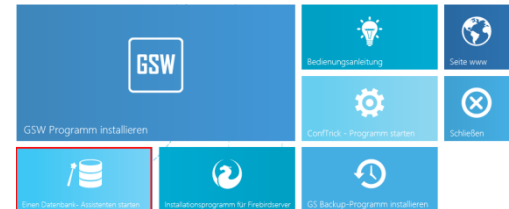

Abb. 32 Installationsfeld der GSW-Software – Starten der Serverinstallation der Datenbank
1. Legen Sie in den PC, der als Server der Datenbank benutzt wird, die DVD der GSW-Software in das CD oder DVD Laufwerk ein. Nach dem Starten soll sich ein Installationsfeld öffnen, wie auf der Abb. 32. Sollte das Installationsfeld nicht erscheinen, öffnen Sie den „Windows Explorer“, gehen Sie zum CD/DVD-Laufwerk und starten Sie die Datei „Autostart.exe“
1. Legen Sie in den PC, der als Server der Datenbank benutzt wird, die DVD der GSW-Software in das CD oder DVD Laufwerk ein. Nach dem Starten soll sich ein Installationsfeld öffnen, wie in Abb. 32. Sollte das Installationsfeld nicht erscheinen, öffnen Sie den „Windows Explorer“, gehen Sie zum CD/DVD-Laufwerk und starten Sie die Datei „Autostart.exe“.